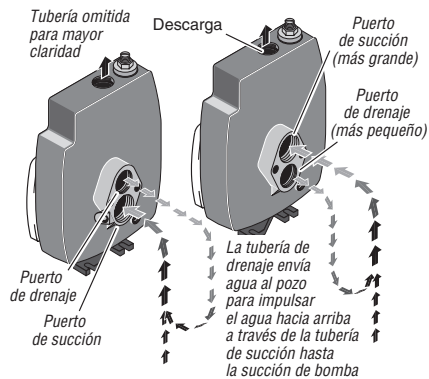

Figura 2 - Funciones de drenaje y succión
3. Si la bomba vieja tiene la tubería de succión (el puerto más grande - ver Figura 2) debajo del puerto de drenaje, deberá instalar una tubería flexible entre la boca del pozo y la bomba para que la conexión sea la adecuada.